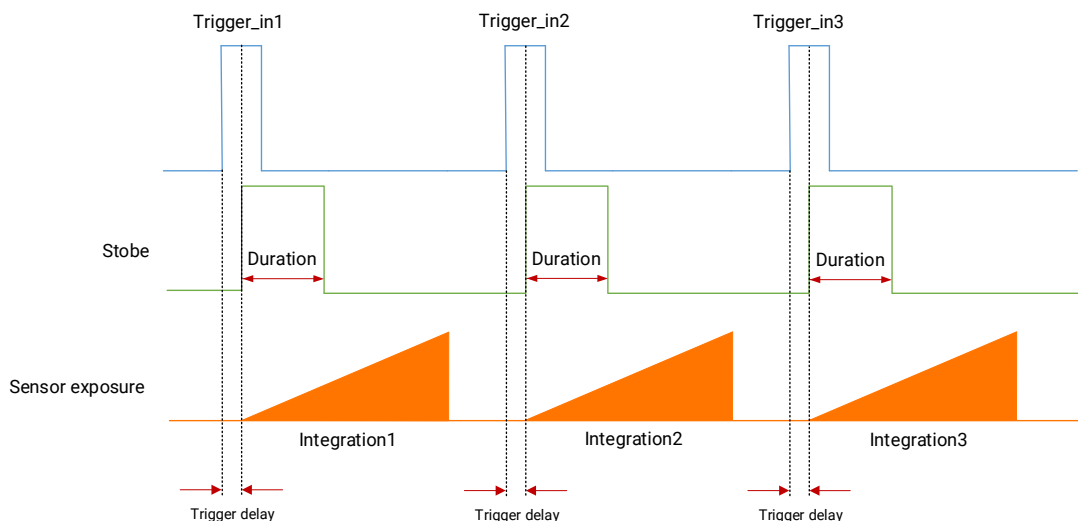

图8-26 Strobe 持续时间时序
- 当 *Strobe Line Duration* 值为非 0 时，*Strobe* 高电平延续时间等于 *Strobe Line Duration* 值，时序如图8-26所示。